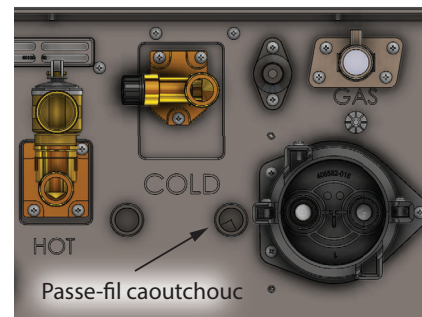

Figure 43 - Fond du chauffe-eau - Passe-fil
- 6 À l'aide de la Figure 43, identifier le passe-fil en caoutchouc sur le fond du chauffe-eau. Tirer le côté à faisceau unique du câble de liaison en cascade à travers le fond et autour de la carte de circuit imprimé.